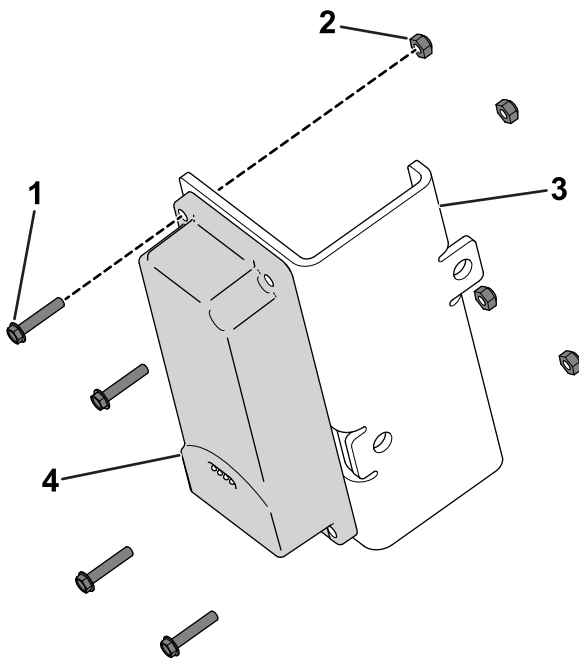

Figura 7
- Utilice 4 pernos de cabeza hexagonal (n.º 10 × 1") y 4 contratuercas (n.º 10) para sujetar el dispositivo telemático al soporte del dispositivo (Figura 7).